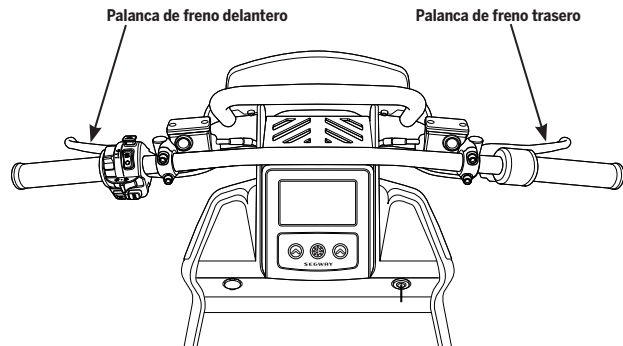

Ilustración 28: utilice AMBOS frenos para frenar
2. Active los frenos de forma suave y uniforme, apretando las palancas y ajustando la presión de frenado según sea necesario en cada frenada (**ilustración 28**). En resumen, para un frenado más agresivo hace falta una presión más intensa y prolongada sobre la palanca; un frenado más progresivo requiere una menor presión sobre la palanca.